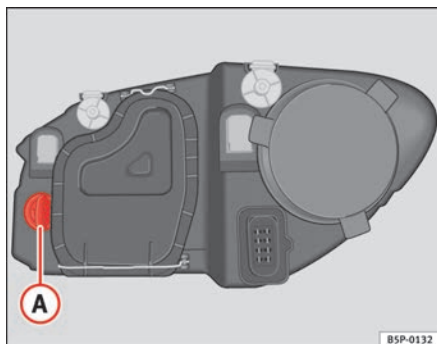

Fig. 186 Lámpara luz intermitente
- Gire el portalámparas ⇒ fig. 186 **A** a la izquierda y tirar.